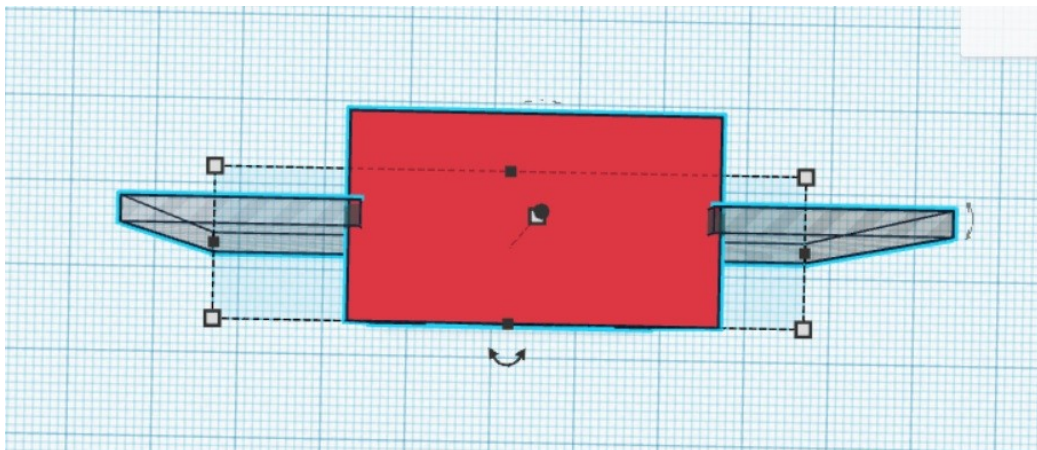

Abb. 9: Die Kerben für die Gummibänder
9. Ein Quader wird eingefügt, schmal und hoch skaliert und als Bohrung eingestellt. Er wird so platziert, dass er eine kleine Kerbe in den Quader schneidet, die später dazu dient, Gummibänder in Position zu halten. Er wird dupliziert und mit den Pfeiltasten auf die andere Seite (genau entgegengesetzt) platziert (Abb. 9). Danach werden alle drei Objekte gruppiert.